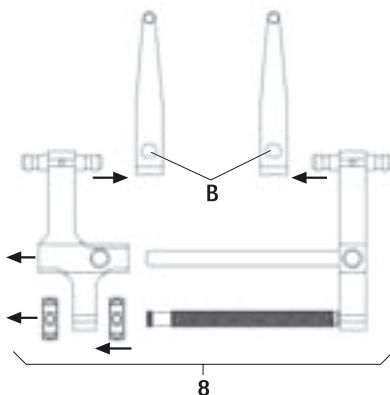

Fig. 4
- Démontage du distracteur **8** avec les lames de distraction, voir Fig. 4: actionner le poussoir **B** et retirer la lame de distraction FW239R.